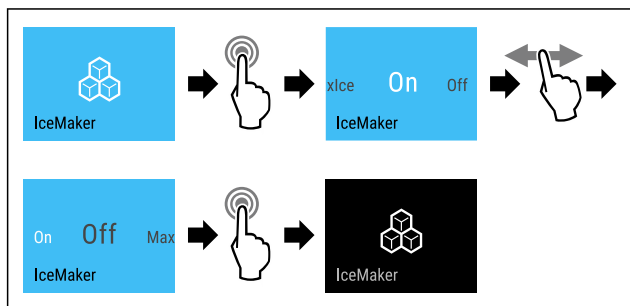

Fig. 23 Représentation à titre d'exemple de la fonction IceMaker active
- ▶ Suivre les étapes (voir Fig. 23).